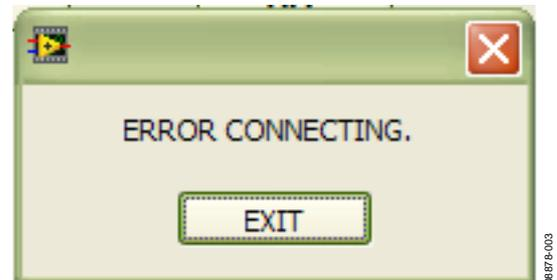

図 3.エラー・メッセージ
3. SDPボードが評価用ボードに接続されていない場合、図 3 に示すメッセージ・ボックスが表示されます。SDP と EVAL-AD527xSDZ ボードの間の接続をチェックし、再度プログラムを実行します。